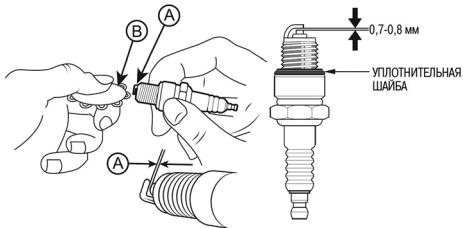

Рис. 15. Проверка межэлектродного зазора
4. Измерьте зазор А между электродами свечи зажигания специальным щупом В. Зазор должен быть 0,7–0,8 мм (Рис. 15). При увеличении или уменьшении требуемого зазора, рекомендуется заменить свечу, так как регулировка зазора может привести к изменению качества искрообразования.